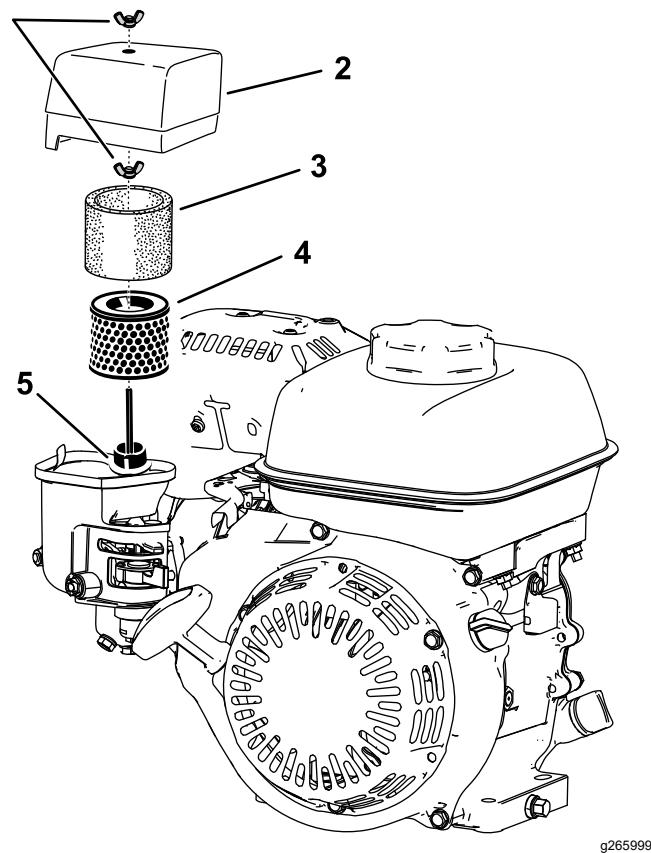

Bild 19
2. Entfernen Sie die Flügelmutter, mit dem die Luftfilterabdeckung befestigt ist (Bild 19).